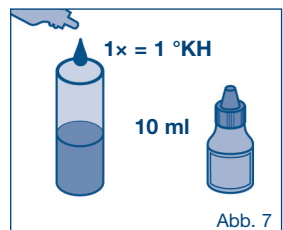

Abb. 7
1. Die Karbonathärte kann beim Wasserversorger erfragt werden oder mittels Schnelltest (Tröpfchentest, Abb. 7) bestimmt werden. Auf Basis der Karbonathärte und dem Anwendungsfall kann die Bypasseinstellung gewählt und die typische Filterkapazität aus Tabelle 1-2 in Kapitel 10 entnommen werden.